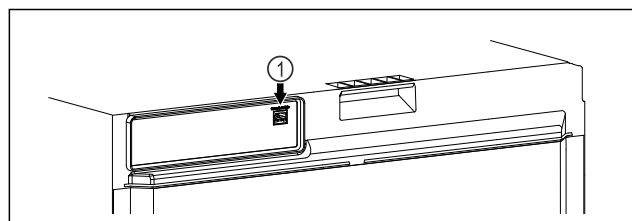

Fig. 142
- ❑ SmartModule Fig. 142 (1) ist eingesetzt.